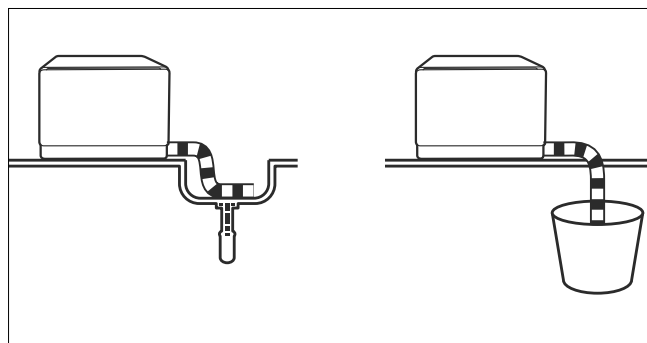

Fig. 14 – Scarico in un lavandino o in un contenitore
- Agganciare l'estremità del tubo flessibile dell'acqua di scarico in un lavandino o in un contenitore sufficientemente grande (≥ 12 litri) (vedere **Fig. 14**).
- Al termine delle operazioni di allacciamento alla rete idrica e fognaria, inserire la spina di alimentazione (7) in una presa elettrica.